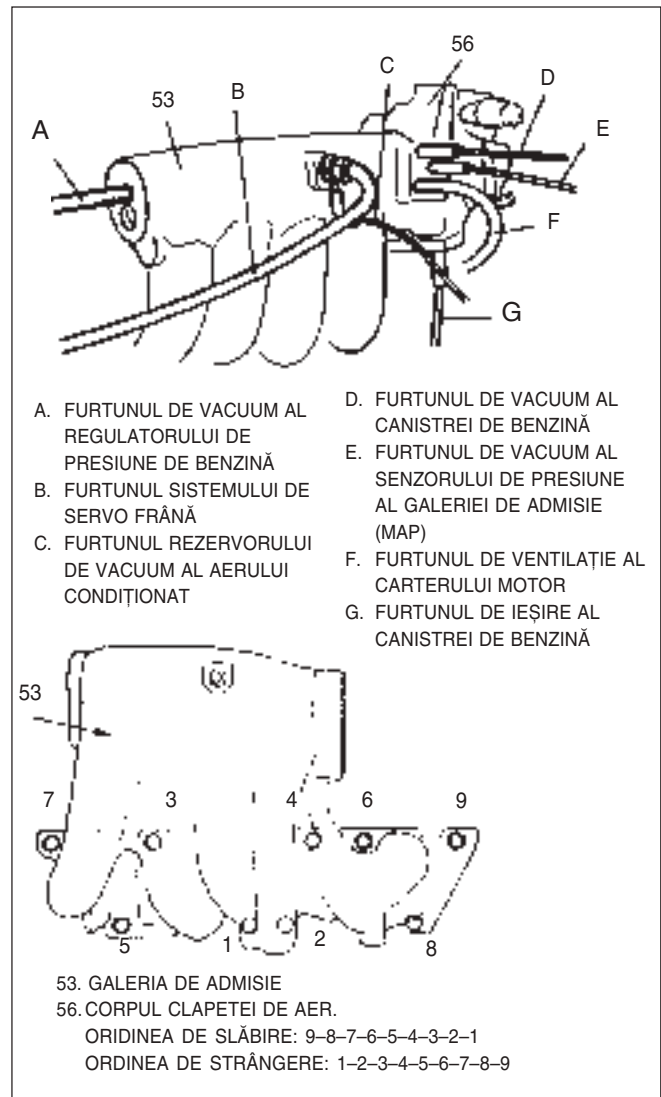

Fig. 8 Galeria de admisie
- 10) Galeria de admisie(53, Fig. 8) și garnitura galeriei de admisie.